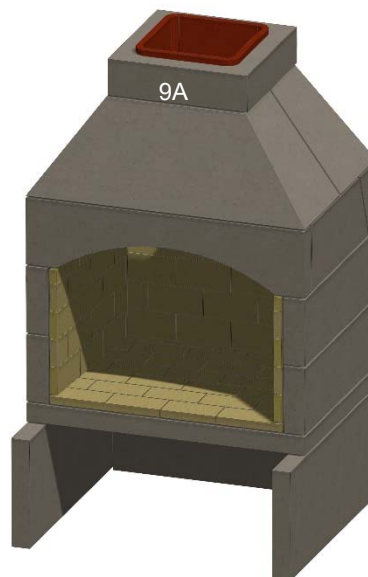

Figure 22. Conduit de cheminée
N. Installez la première section de cheminée en maçonnerie Stone Age (9A), avec la tuile s'étendant vers le haut. Remplissez le vide sur le fond avec du mortier pour créer une transition lisse. Voir la Figure 22.